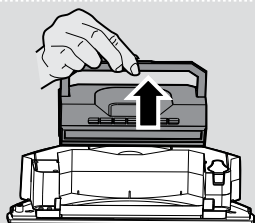
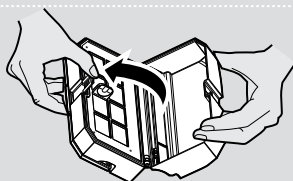
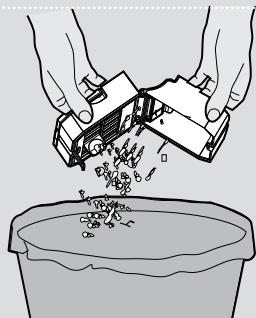
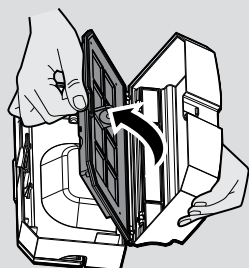

Fig. 10
Fig. 11
Fig. 12
Fig. 13
2. Sollevare il contenitore raccogli-polvere tramite la maniglia, [Fig. 10], aprire il contenitore raccogli-polvere dove indicato sganciando la clip, [Fig. 11]. Svuotare il contenitore raccogli-polvere sopra una pattumiera. [Fig. 12]
2. Rimuovere e svuotare il contenitore raccogli-polvere. [Fig. 10,11,12] Aprire il contenitore raccogli-polvere, rimuovere il filtro EPA dalla rete del filtro e pulirli separatamente. Procedere all'assemblaggio in modo inverso assicurandosi che il filtro sia montato correttamente. [Fig. 13,14]